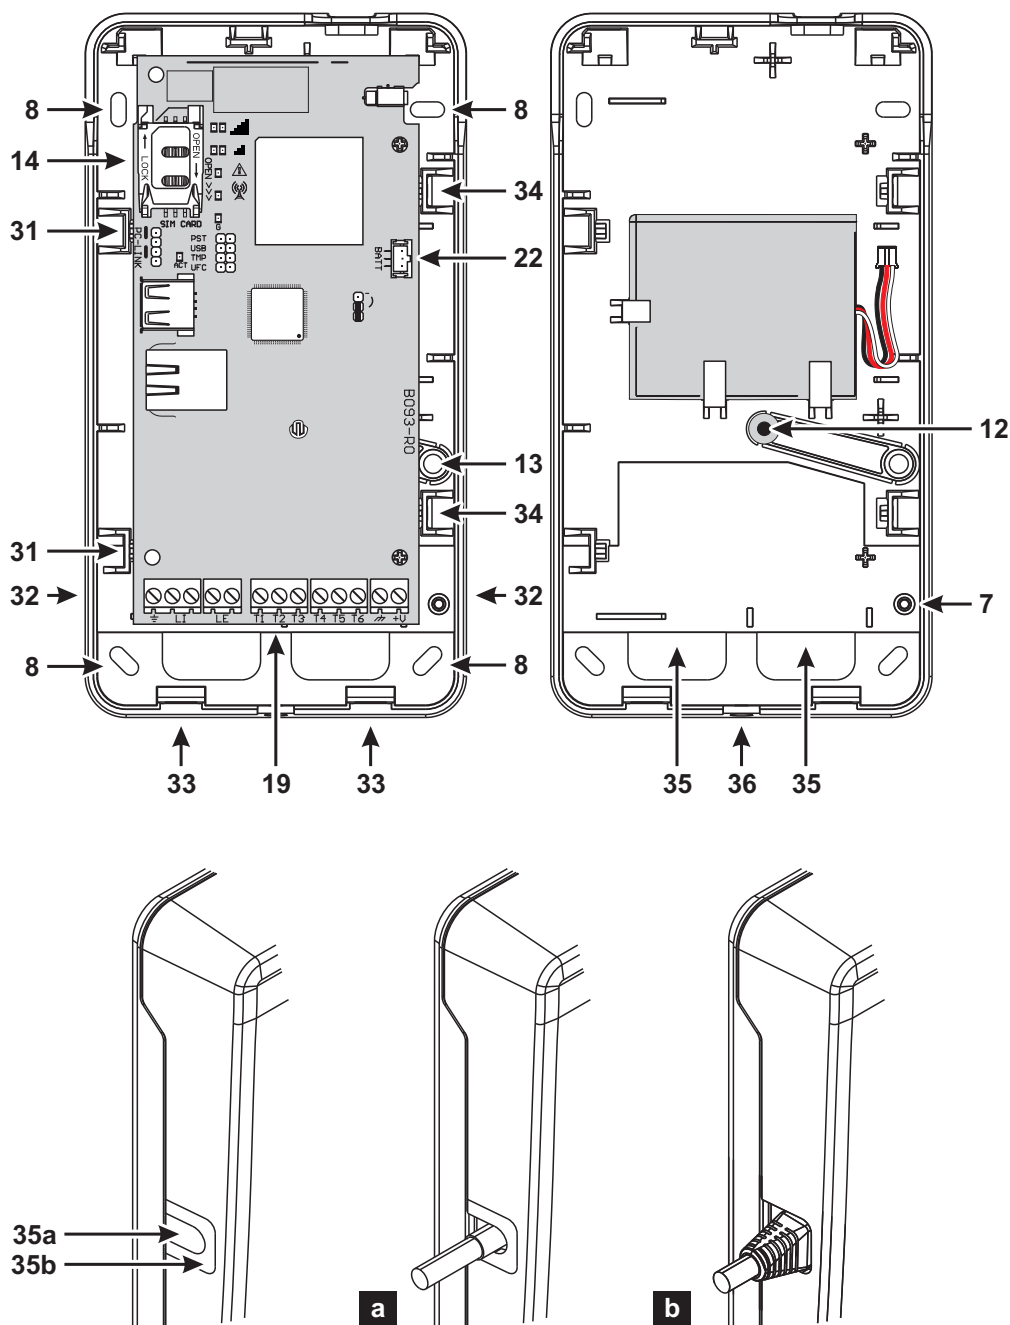

Figura 3 – Montaggio del Comunicatore.
Il Comunicatore va fissato ad una parete con viti e tasselli adeguati (non forniti) come descritto di seguito e illustrato nella Figura 3.
4. Posizionare la batteria come mostrato in Figura 3.